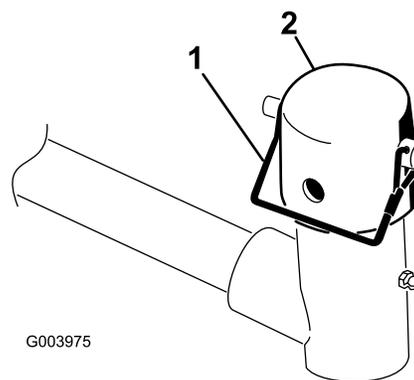

Figura 9
7. Togliete il perno di ritenuta e il cappuccio dalla forcina del braccio di sollevamento (Figura 9).
11. Fissate il cappuccio e l'albero del telaio portante alla forcella del braccio di sollevamento con il perno di ritenuta. Per avere un elemento di taglio sterzante usate la fessura, oppure usate il foro se l'elemento di taglio deve essere bloccato (Figura 9).